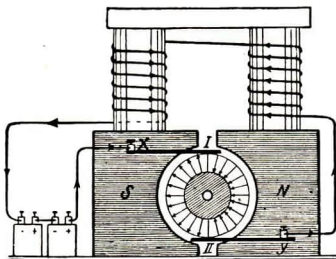

Abb. 362. Der Elektromotor mit dem Ringanker
c) Die **Stromzufuhr** zur Ankerspule geschieht durch zwei Bürsten oder **Schleiffedern**  $x, y$ , die auf blanken Stellen der Ankerspule schleifen (Abb. 362).
Die Folge ist, daß in Abb. 362 der Ankerstrom vor dem Südpol  $S$  vom Beschauer weg, der Ankerstrom vor dem Nordpol  $N$  zum Beschauer her läuft. (Was erfährt jeder dieser Ströme in dem Magnetfeld, das sich zwischen  $N$  und  $S$  ausspannt? Korkzieherregel? Verdichtung wo?)
**3. Vorgang.** Bei Stromschluß erfahren die Drahtstücke (auf der Außenseite des Ankers) einen Antrieb in dem Magnetfeld des Elektromagneten, und zwar die Ströme vor dem **Südpol** (in Abb. 362) nach aufwärts ( $\uparrow$ ), die Ströme vor dem **Nordpol** nach abwärts ( $\downarrow$ ).